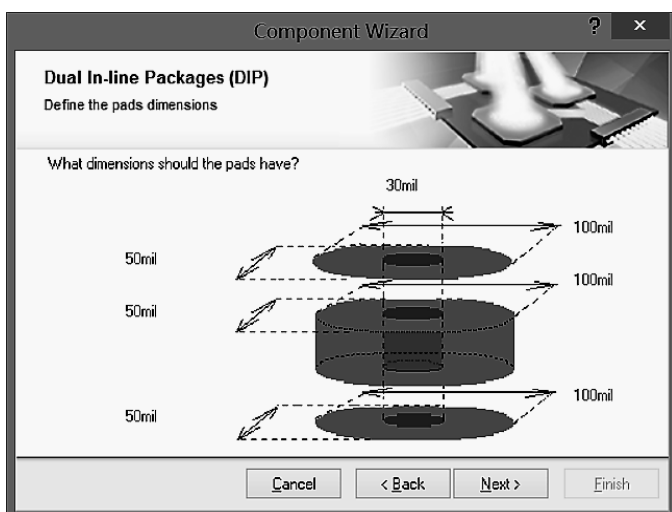

图 9-2-4 焊盘尺寸设定界面
(3) 单击【Next】按钮设置焊盘尺寸。设置焊盘尺寸要根据元器件的管脚尺寸参数进行设定，本例管脚的直径为 b_1 ($15\text{mil} < b_1 < 21\text{mil}$)，则焊盘的内孔直径数值应大于 b_1 ，预留出管脚与焊盘直径的缝隙，可将焊盘的孔直径设置为 30mil ，设置焊盘的纵向外径尺寸为 50mil ，焊盘横向外径尺寸为 100mil ，如图 9-2-4 所示。